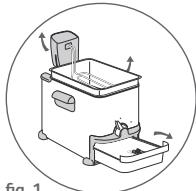

fig. 1
- La freidora es fácil de manejar y desarmar (fig. 1).
- La freidora se puede desmontar completamente (**fig. 1**). Retire la tapa. Retire la canasta para freír, la unidad de control y el recipiente. Retire la bandeja de aceite colocando el botón de control de la Bandeja de aceite en la posición Oil box (Bandeja de aceite).